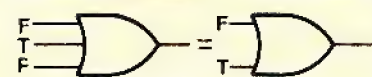

FIGURA 10-3
c.  $F + T + F = F + F + T = F + T$  (veja a figura 10-3).